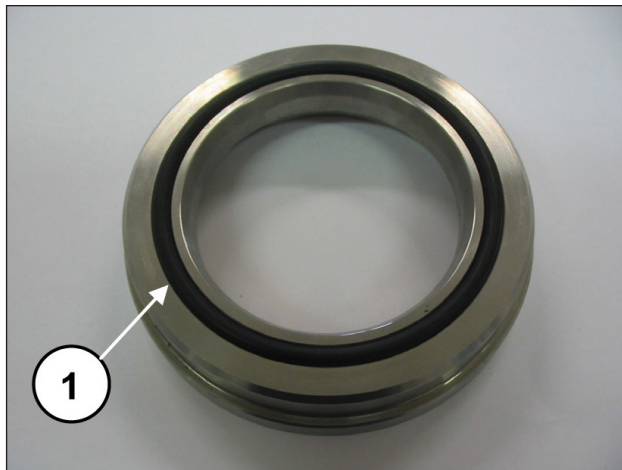

Fig. 156
Ahora, montar la junta tórica (pos. ①, Fig. 156) en el anillo de cabecera de los anillos de estanqueidad KC y colocarla en el alojamiento de la cabeza.